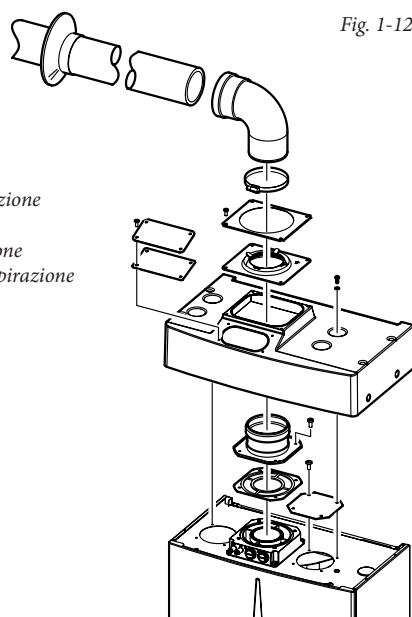

Fig. 1-12
• **Montaggio kit copertura (Fig. 1-12).** Smontare dai fori laterali rispetto a quello centrale i due tappi e le guarnizioni presenti, quindi coprire il foro di aspirazione destro con l'apposita piastra fissandola sul lato sinistro con 2 delle viti precedentemente smontate. Installare la flangia Ø 80 di scarico sul foro più interno della caldaia interponendo la guarnizione presente nel kit e serrare con le viti in dotazione. Installare la copertura superiore fissandola con le 4 viti presenti nel kit interponendo le